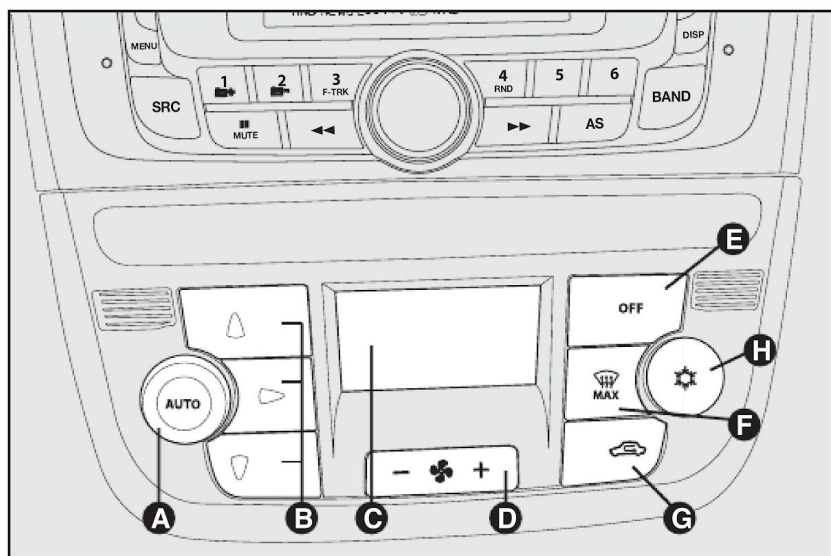

fig. 51
#### COMANDOS - fig. 51
#### Botões de seleção da distribuição dianteira do ar B-fig. 51
#### Seletor de regulação da temperatura do ar A-fig. 51
#### Botão de controle da velocidade do ventilador D-fig. 51
**Botões AUTO (funcionamento automático) A-fig. 51**
**Botão de ativação/desativação da recirculação de ar G-fig. 51**
**Botão de ativação/desativação do compressor condicionador H-fig. 51**
**Botão para o desembaçamento/descongelamento rápido dos vidros F-fig. 51**